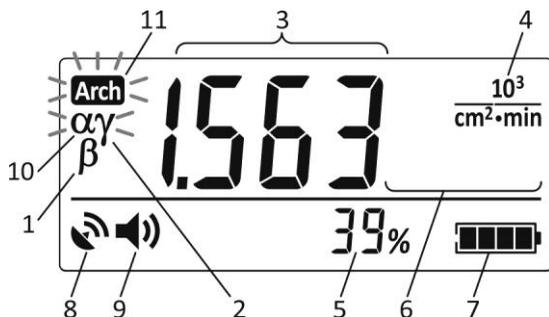

Рисунок 2.18 – РКІ дозиметра
2.3.6.6.1.2 При вимірюванні характеристик бета-випромінення блоком БДКС-02, виконується також контроль наявності альфа-випромінення. При реєстрації альфа-випромінення (коли швидкість лічби імпульсів від детектора альфа-випромінення перевищує значення в 1 cps), дозиметр починає мигати символом «а» на РКІ ((10) рис. 2.18), а також формувати характерні звукові та світлові сигнали тривоги.
2.3.6.6.2.3 В цьому режимі на РКІ дозиметра відображаються (рис. 2.18):
- символ « β » (1) – тип випромінення, що вимірюється;
- мигаючий символ « γ » (2) – ознака того, що при вимірюванні характеристик бета-випромінення враховується гамма-складова випромінення;
- результат вимірювання (3);
- розмірність результату вимірювання (4);
- розрахункові границі очікуваних відносних статистичних відхилів (5) результату вимірювання (3) при довірчій імовірності 0,95, далі – розрахункові границі статистичних відхилів;
- індикатор миттєвого значення (6);
- символ стану акумулятора (7);
- символ стану навігаційного приймача (8);
- символ стану озвучування зареєстрованих гамма-квантів, частинок альфа-, бета-випромінення (9);
- символ наявності альфа-випромінення (10) (при вимірюванні характеристик бета-випромінення блоком БДКС-02);
- запам'ятайте результат вимірювання гамма-складової, для чого натисніть MODE і утримуйте в такому стані до відображення мигаючого символу “γ” ((2) рис. 2.18).
2.3.6.6.5.1 Збереження результату вимірювання можливе лише тоді, коли при вимірюванні характеристик бета-випромінення враховується гамма-складова випромінення. При цьому на РКІ дозиметра відображається мигаючий символ «γ» (2) (рис. 2.18).